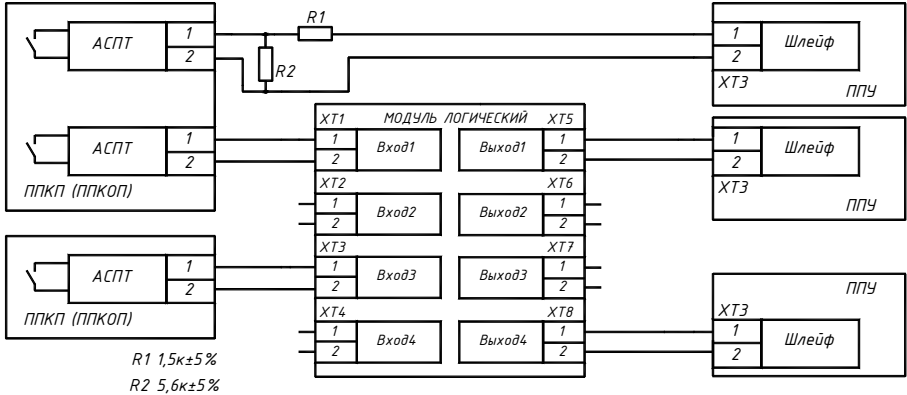

Рис.2.3 Подключение ППУ к ППКП
3) Шлейф автоматического запуска, подключаемый к ХТЗ «Шлейф», подключается к выходным контактам ППКП, формирующим стартовый импульс запуска ППУ, (клеммы АСПТ у приборов серии «Яхонт-И») напрямую, либо через модуль логический (рис.2.3).